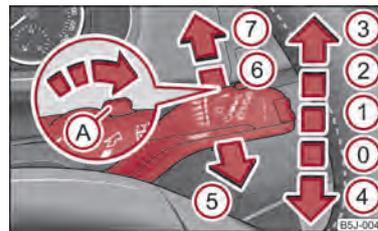

Fig. 30 Leva tergicristallo
Le posizioni della leva tergicristallo ⇒ fig. 30 sono:
- Premere la leva in posizione ⑥ ⇒ fig. 30, il tergilunotto si attiva ogni 6 secondi.
La pulizia dei fari viene effettuata ad ogni quinto azionamento dell'impianto tergicristalli, se i fari anabbaglianti o abbaglianti sono accesi e se la leva tergicristallo viene mantenuta per circa 1 secondo nella posizione ⑤ ⇒ fig. 30.